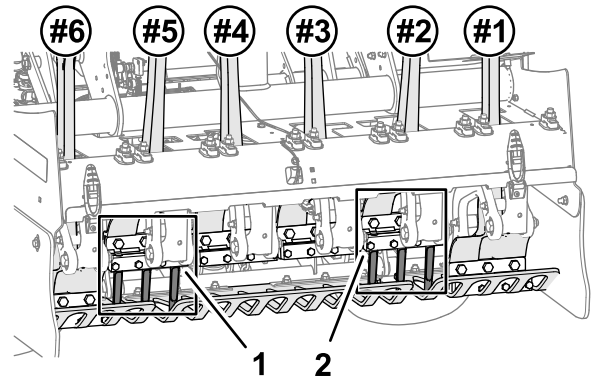
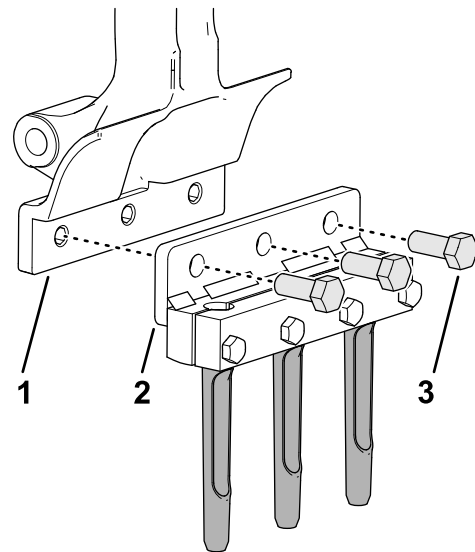

Figure 42
Figure 43
1. Fixez légèrement le porte-louchets et les louchets sur le bras d'aération n° 2 (Figure 42 et Figure 43) à l'aide de 3 boulons ( $\frac{1}{2}$ " x  $1\frac{1}{4}$ " ).